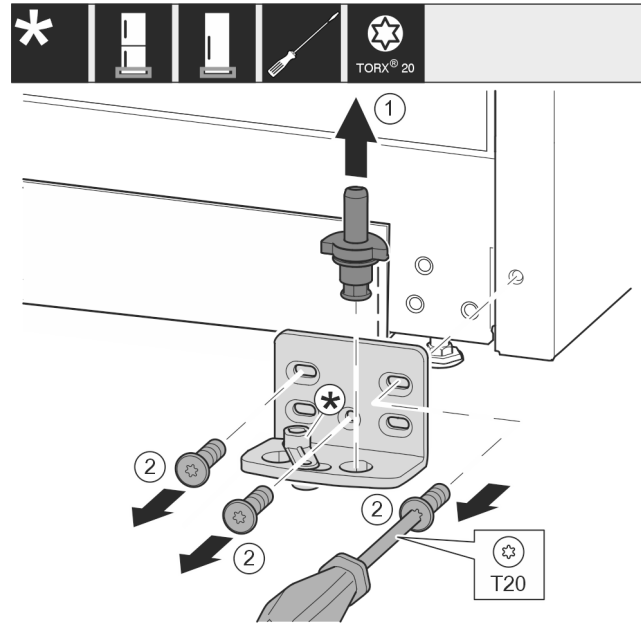

Fig. 16 *
- ▶ Húzza ki teljesen a csapszeget Fig. 16 (1) felfelé.*
- ▶ Tekerje ki a csavarokat Fig. 16 (2) csavarhúzóval, és vegye le a csapágybakot.*